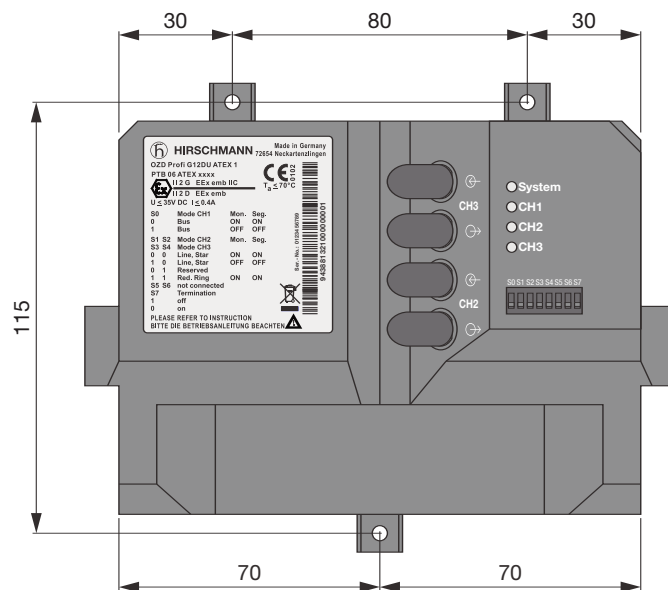

Fig. 14 : Cotes d'alésage pour OZD Profi G12DU ATEX 1
- ▶ Percez trois alésages sur la plaque de montage conformément aux cotes d'alésage sur la figure 14.